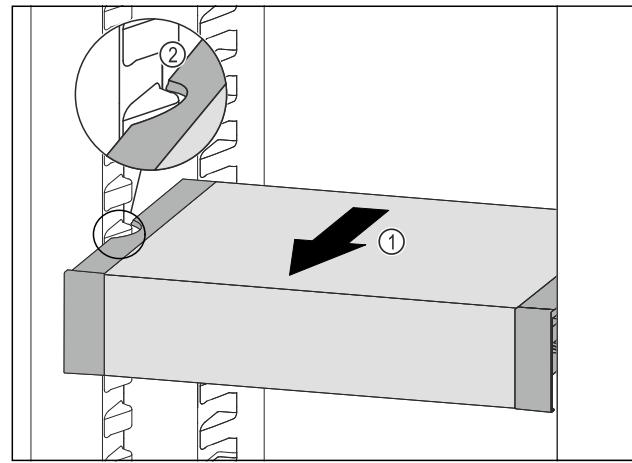

Fig. 80
- ▶ Tirer le VarioSafe vers l'avant Fig. 80 (1) jusqu'à ce que les encoches latérales du VarioSafe se trouvent au niveau de la nervure du bac dans la partie réfrigérateur. Fig. 80 (2)